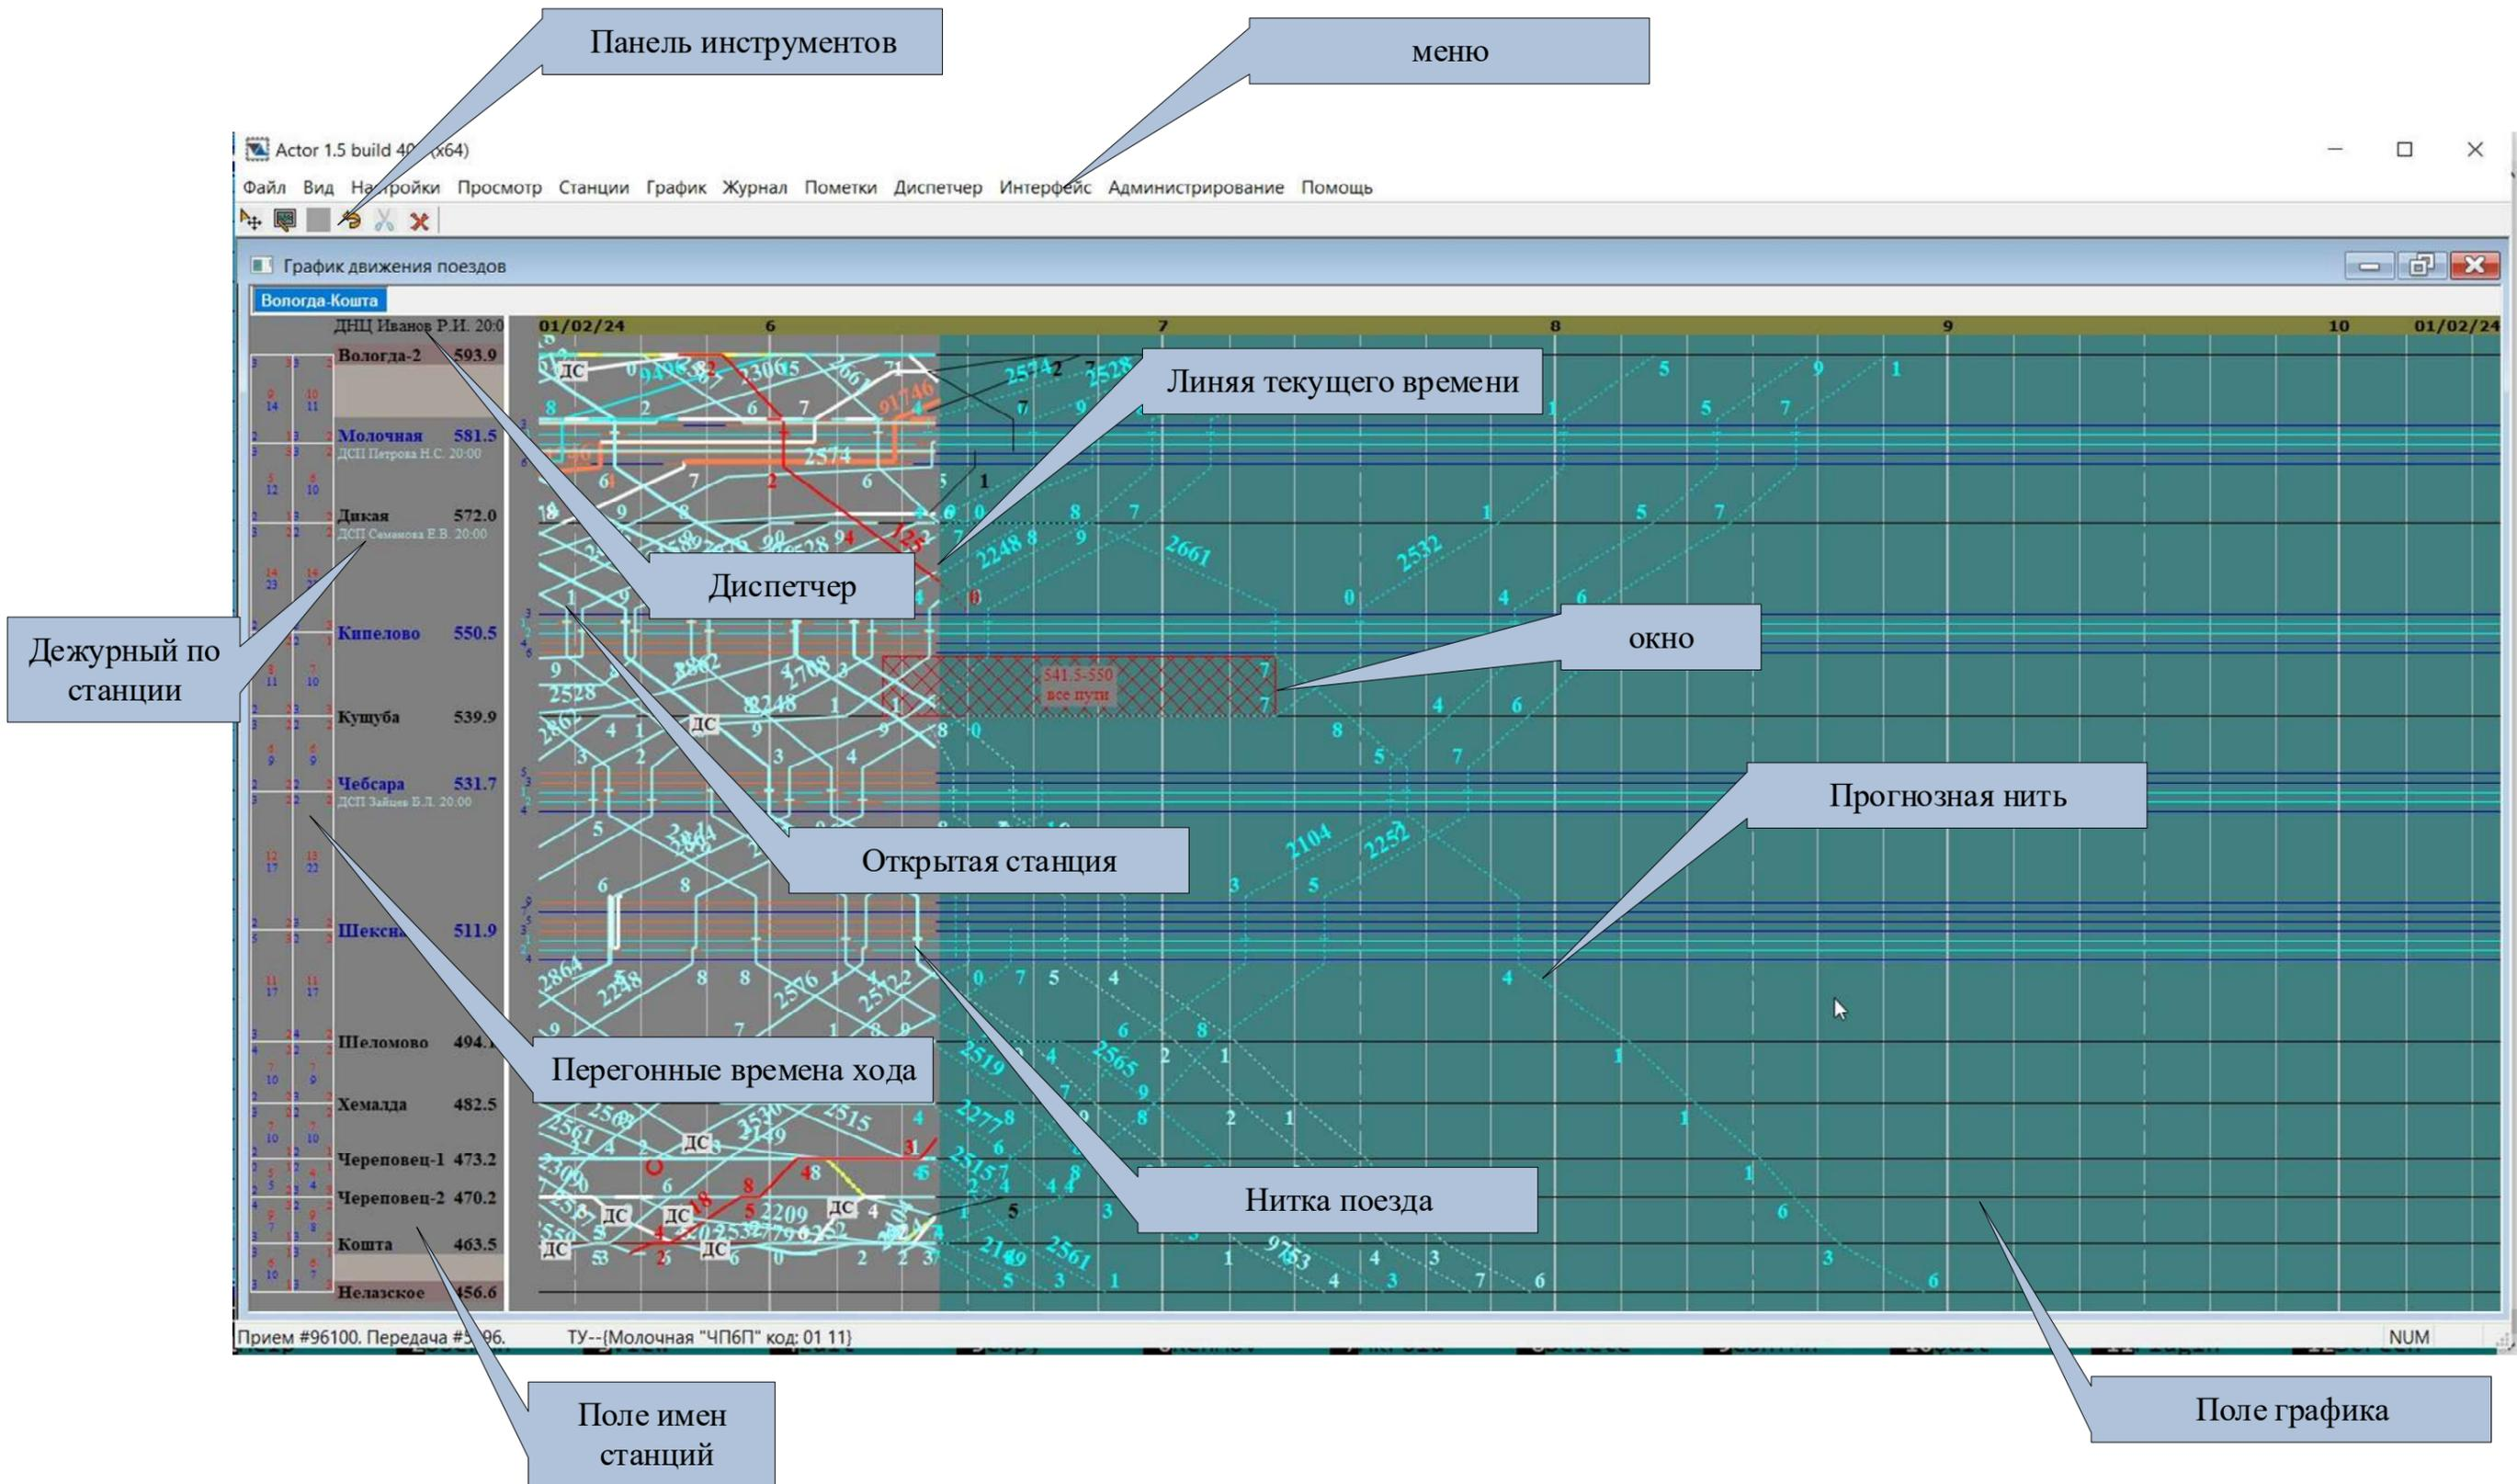

Рис.2. Вид поля ГИД. График построен по сообщениям из системы Тракт.
1. **Основное меню** (см. рис. 2, 3, 4): предназначено для выполнения основных операций.
5. **Поле ГИД**. (см. рис. 2, **Ошибка! Источник ссылки не найден.** ). Открывается в окне, которое можно закрыть и размеры которого можно изменить. На поле ГИД отображаются:
1. **Панель инструментов**: предназначена для быстрого доступа к основным командам меню (см. рис. 2, **Ошибка! Источник ссылки не найден.**).
2. **Панель вкладок графика** (появляется как дополнительное поле, если к просмотру доступны несколько вкладок) предназначена для отображения названий диспетчерских участков (см. рис. 2, **Ошибка! Источник ссылки не найден.**).
3. **Панель времени**: предназначена для вывода значения текущего времени. Включается и выключается при помощи пункта основного меню Просмотр /Панель времени (см. рис. 2).
4. **Поле имен станций:** предназначено для отображения названий станций участка, фамилий диспетчера и дежурных по станциям принявших дежурство. С этого поля осуществляется раскрытие/закрытие по осям путей станций и переход на мнемосхемы станций (см. рис. 2).
7. **Поле исполненного или нормативного графика движения поездов (далее поле графика)** (см. рис. 2, **Ошибка! Источник ссылки не найден.**): предназначено для отображения основных элементов ГИД:
- **временная сетка** (см. рис. 2): отображается в традиционном виде с дискретностью 10 минут, перемещается относительно линии текущего времени, подвергается масштабированию (увеличению/уменьшению) для детального просмотра ГИД;
- **исполненные нити движения поездов** (см. рис. 2): отображаются по факту свершения поездных операций. Могут быть **идентифицированными** (имеют номер) и **неидентифицированными**. Содержат минуты поездных операций (см. рис. 9). Неидентифицированные нити отображаются белым цветом, идентифицированные – цветом, определенным в настройках системы (см. п.8.5.). При наведении указателя «мыши» на нить она подсвечивается (такая нить в дальнейшем называется **выделенная нить**). При наведении указателя «мыши» на идентифицированную нить выводится информационное окно с информацией о нити (номер, индекс поезда, вес и длина в условных вагонах);
- **отметки сообщений АСОУП (засечки)** (см. рис. 2, **Ошибка! Источник ссылки не найден.**): предназначены для автоматической идентификации поездов по сообщениям со станций участка, при наведении указателя «мыши» засечка подсвечивается и выводится информационное окно с информацией о нити (номер, индекс поезда, вес и длина в условных вагонах, время и место свершения поездного события). Подробно различные типы засечек представлены на рис.42.
- **пометки**: предназначены для ввода произвольного текста на поле графика (см. рис. 2);
- **«окна»**: предназначены для отображения «окон» на поле ГИД (см. рис. 2);
- **предупреждения**: предназначены для отображения действующих предупреждений на поле графика (см. рис. 2);
- **линия текущего времени**: предназначена для отделения будущего и прошлого времени на поле графика (см. рис. 2);
- **всплывающие информационные окна** (см. рис. 2): предназначены для предоставления информации об элементах ГИД.